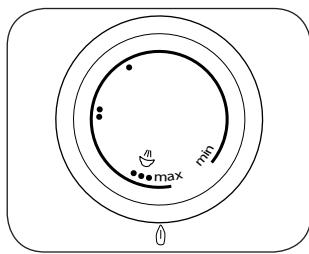

Fig. 5
Selezionare la temperatura desiderata ruotando la manopola di regolazione temperatura (E) e allineandola con il riferimento (I) sul ferro da stir (Fig. 5). La spia (F) di controllo della temperatura si accende.